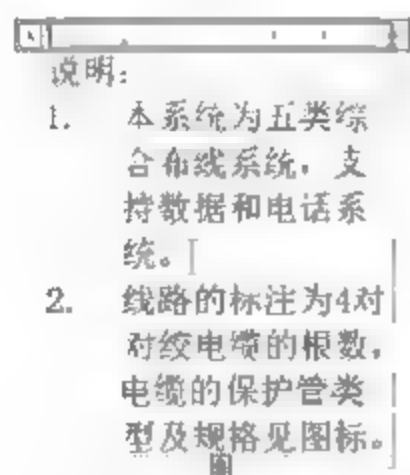

图6-41 添加编号
**03** 在【文字编辑器】选项卡中，单击【段落】面板中的【项目符号和编号】按钮右侧的三角下拉按钮，在弹出的下拉列表中选择【以数字标记】选项，选中需要添加编号的文字即可，如图6-41所示。